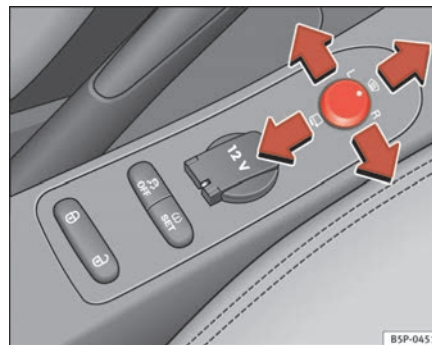

Fig. 86 Mando de los retrovisores exteriores
1. En primer lugar, gire el mando $\Rightarrow$ **página 133, fig. 86** hasta la posición **L (retrovisor izquierdo)**.
- Gire el mando hacia delante, en la posición central $\Rightarrow$ **página 133, fig. 86** , para que los retrovisores térmicos se calienten y la función de cristal parabrisas calefactable* en la zona de reposo de las escobillas, quede activada $\Rightarrow$ **página 129**.
- Gire el mando $\Rightarrow$ **página 133, fig. 86** hasta la posición  para plegar los retrovisores exteriores. Para evitar daños en el vehículo, debería plegar los retrovisores exteriores siempre que utilice un túnel de lavado automático.